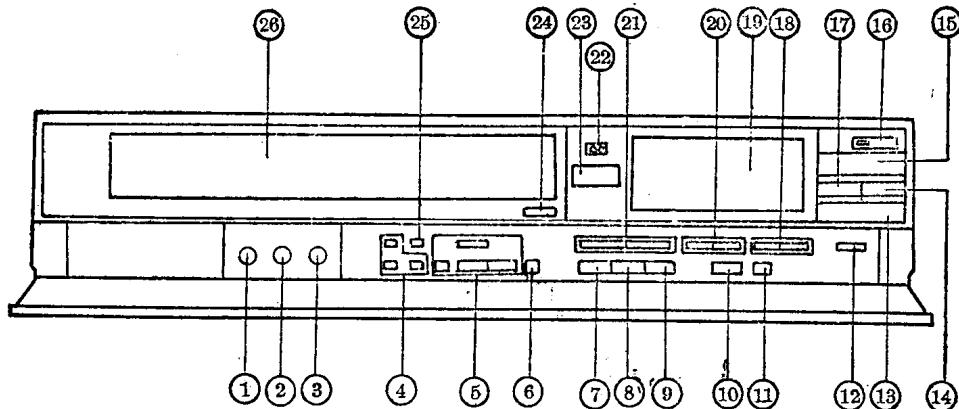
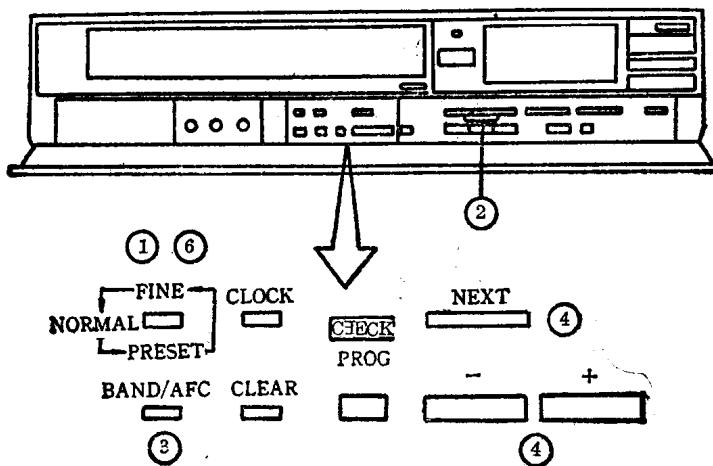

图 1-1-3 录像机的前面板分布
图 1-1-6 频道调谐设定按钮组
(1) 录像准备 首先把录像机的定时记录(TIME REC 或 TIME SET)开关置于“OFF”状态(见图 1-1-3 的第⑥号按钮)。打开录像机电源供电开关第⑯号按钮,然后准备好具有防误抹片的空白录像带。它们的位置见图 1-1-3 所示的录像机前面板图(以 NV-G33 为例)。
- ① 位置指示灯 ② 日期显示 ③ 记忆指示灯 ④ 寻找锁定指示灯
- ⑤ 时钟/计数显示 ⑥ 每日指示灯 ⑦ 定时节目号码 ⑧ 定时录
- 像指示灯 ⑨ OTR 指示灯 ⑩ 倍速指示灯 ⑪ 走带显示 ⑫ 录像
- 指示灯 ⑬ 走带模式指示灯 ⑭ 频道显示 ⑮ 录像机模式指示灯
的位置。由于录像机本身无监看图像的屏幕，故一般都用电视机或监视器监看收到的节目的情况，所以应该按重放那样连接监看电视机。如果用比较老式的 NV-250, 450 等录像机，就可直接打开调谐盒选定所用的频道波段和通道位置，调整频率微调电位器，直至在电视机上看到待接收频道的内容。当然这是直接调谐法，与一般电视机高频头调法一样。但在 NV-G30 系列录像机中，用按键配合调谐。该按钮是图 1-1-3 的第 ④ 号按钮组，它由三个按钮组成，如图 1-1-6 所示的 ①, ③, ⑥ 按钮。第一个为三档循环按钮，打开 VTR 录像机供电开关时为正常状态(NORMAL)，按一次改变为 PRESET 预置状态，再按一次为微调状态，以此